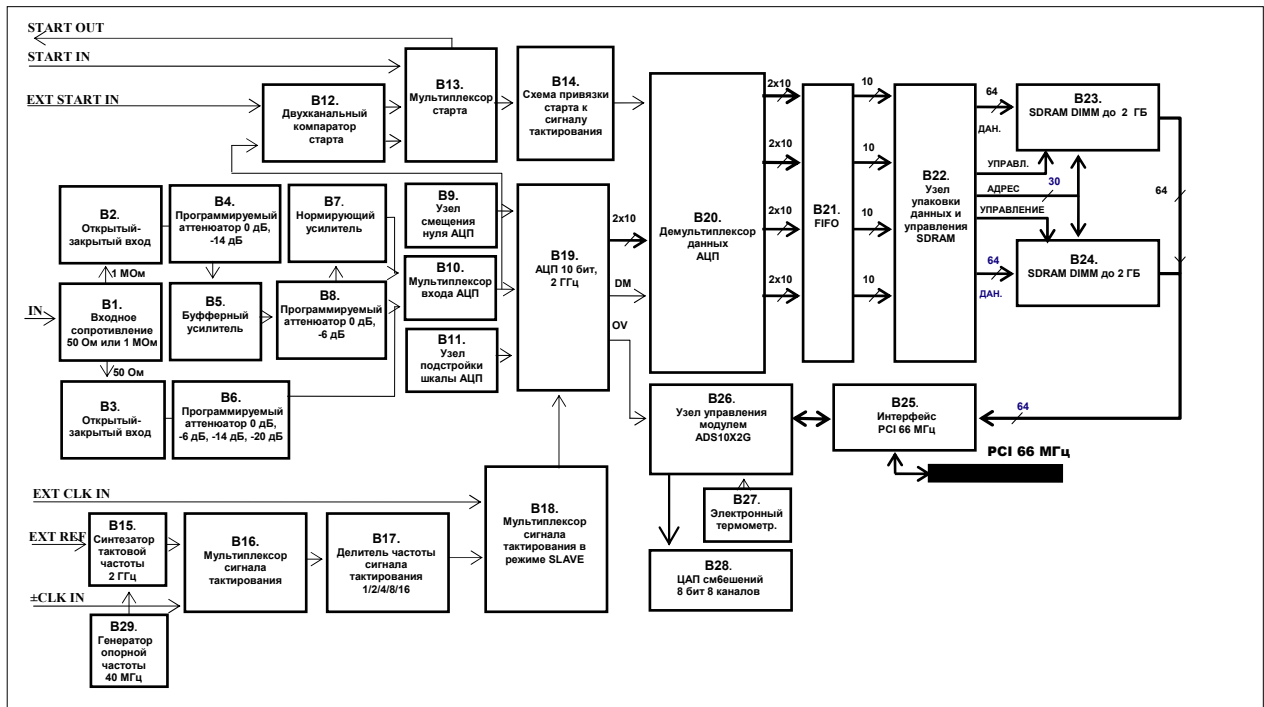

Рис. 1 Функциональная схема изделия.
Модуль аналогового ввода **ADS10x2G V2.0**, функциональная схема которого приведена на Рис. 1, состоит из следующих основных частей:
- 1) от кварцованного генератора, по умолчанию на плате установлен генератор, формирующий TTL сигнал с частотой 40 МГц. На Рис. 1 этот генератор обозначен как **B29**.